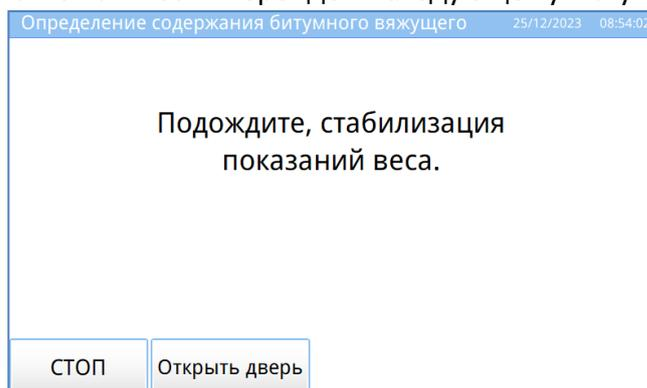

Рисунок 7 – Стабилизация показаний веса
4.5.5 Появится сообщение **«Подождите, стабилизация показаний веса.»** (см. рисунок 7). Через несколько секунд аппарат автоматически перейдет к следующему шагу испытания.
4.7.3 После установки пустой формы в печь в окне на дисплее появится сообщение «**Подождите, стабилизация показаний веса.**» (см. рисунок 7).